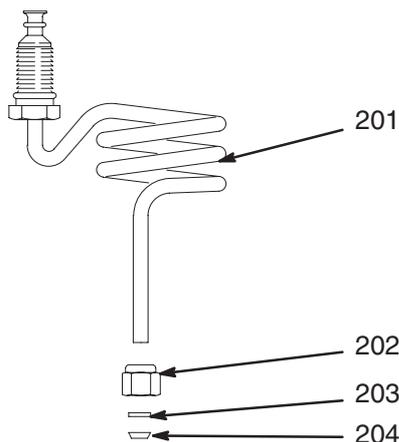

Abb. 30
- Die Nylonmutter (202) und die Ringe (203 & 204) auf den Spiralrohrsatz (201) schieben. Siehe Abb. 30.